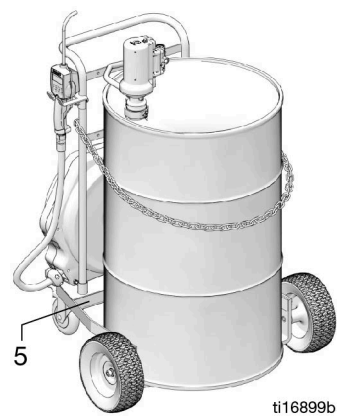

FIG. 34
6. Installer le fût sur la base du chariot (5) (FIG. 34).